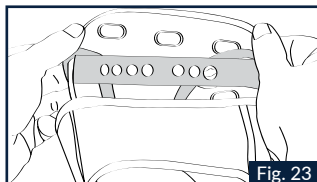

Fig. 23
1.1 Rovesciare un lato della parte superiore dell'imbottitura e sganciare il bottone circolare anteriore di regolazione della cuffia presente al di sotto della stessa dal sottostante supporto plastico longitudinale dotato di sette fori (Fig.23).